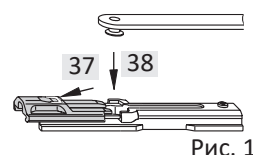

Рис. 1
37. Отодвиньте фиксатор упора (429) (Рис. 1).
38. Вставьте заклепку фрамужных ножниц ALU (427) в предусмотренную направляющую (Рис. 1).